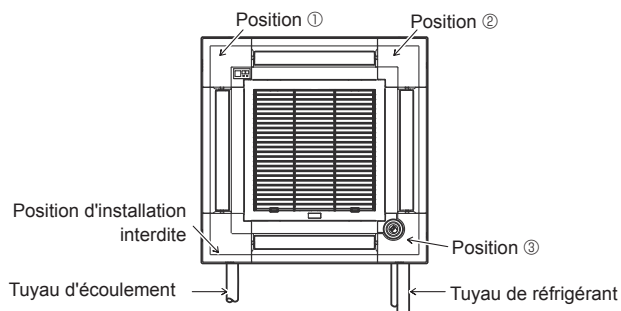

Fig. 9-11
Le panneau d'angle du récepteur de signaux ne peut en aucun cas être installé du côté du tuyau d'écoulement de l'appareil principal. (Se reporter à la Fig. 9-11)
- Le panneau d'angle du i-see Sensor doit être fixé sur la grille ① à l'aide de la vis ③.
* Si la position du i-see Sensor est passée de la position par défaut (position ③) à une autre position, changez les réglages de fonction. (Se reporter à la page 48 et à la Fig. 9-11)
- Le panneau d'angle du i-see Sensor ne peut en aucun cas être installé du côté du tuyau d'écoulement de l'appareil principal. (Se reporter à la Fig. 9-11)